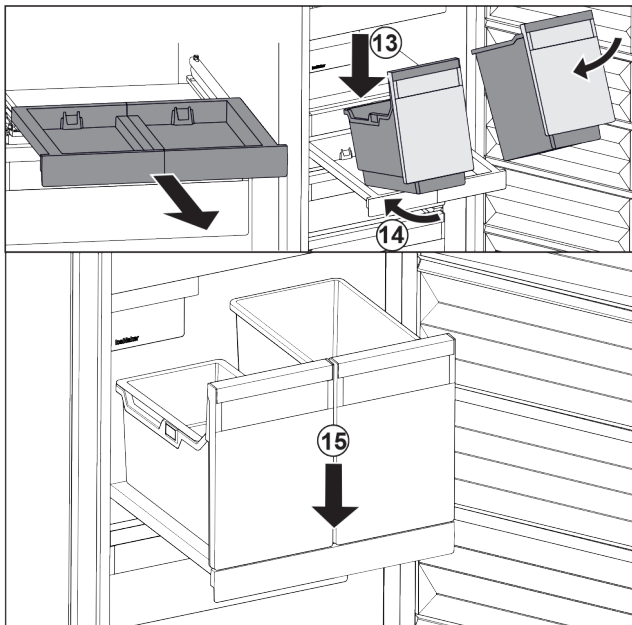

Fig. 145
- Applicare i contenitori in modo inclinato sul ripiano estraibile. Fig. 145 (13)
- Inserire il contenitore in modo inclinato verso la parte posteriore. Fig. 145 (14)
- Abbassare il contenitore nella parte anteriore. Fig. 145 (15)